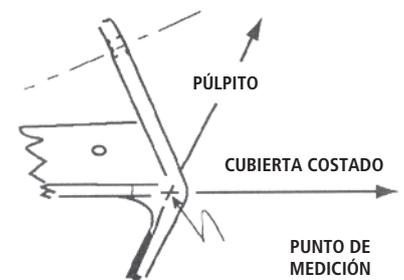

**Figura 1**
- Verificar que la carlinga y el cabo finito atado entre los dos obenques, estén paralelos. ( Ver figura 1 )